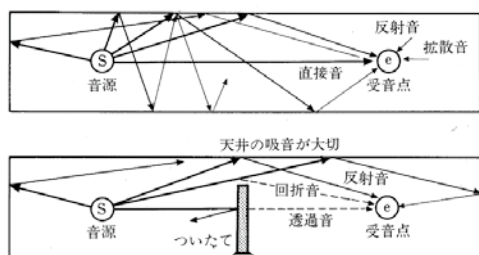
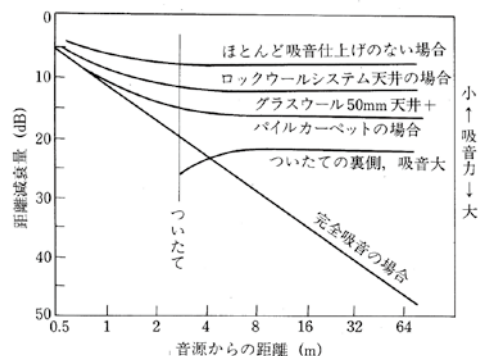

図1 室内での音の伝わり方*1
図2 オープンスペース内での距離減衰量*1
(1) 大空間を分けて使用する際の注意点
大空間を分けて使用する場合、ついたてで分けることが考えられるが、この際には、複数の音について考慮する必要がある。直接音はついたてで防ぐことができるが（図1、図2）、「音環境① 1.音の性質」でも示したように、反射音や透過音、回折音は隣の空間に届く。特に、天井で反射した音は伝わりやすいが、それらへの対応としては天井面で吸音することが有効である。天井の吸音材の設置は、音源等が特定されている場合、局部的でも効果がある。